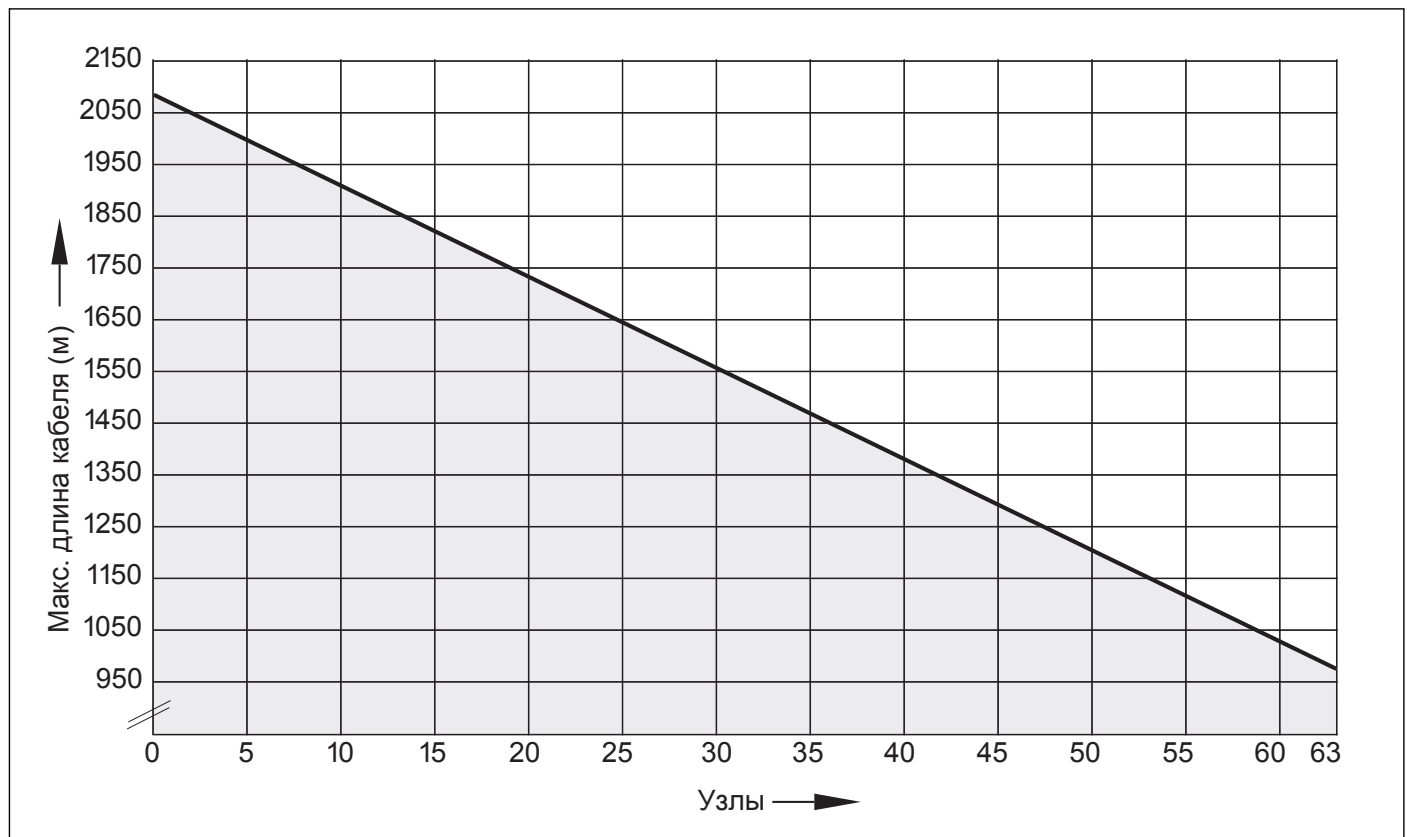

рисунок 2.2: График коррекции кабеля
- 2 Взяв значение из шага 1, воспользуйтесь графиком (см. рисунок 2.2), чтобы найти кабель максимальной длины без волоконных интерфейсов LBB4414/10.